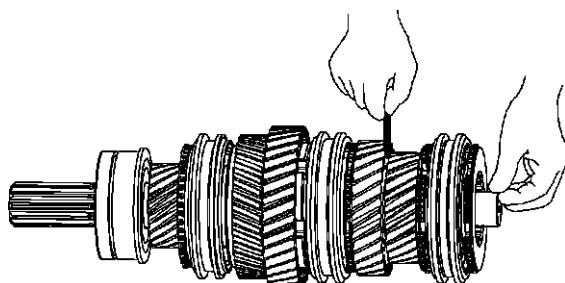

Рис. 6.33. Замер осевого перемещения шестерен 2 и 3 передач
30. При помощи щупа измерьте осевое перемещение шестерен 2 и 3 передач, как показано на рис. 6.33.